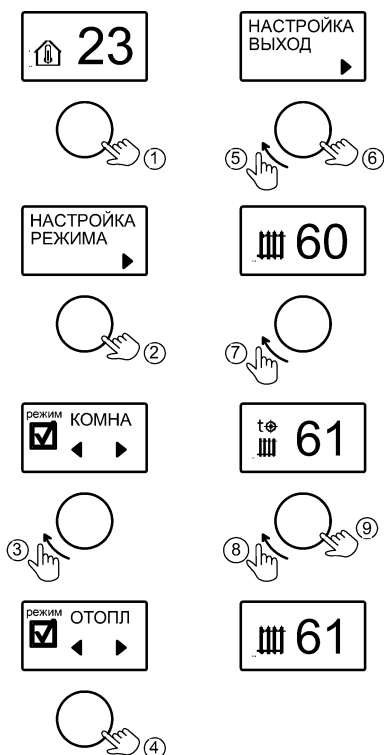

Рисунок 4. Выбор и настройка температуры режима «ОТОПЛЕНИЕ»
Виды главного окна приведены на рис.4.
**9.1 «ОТОПЛЕНИЕ»** – режим поддержания температуры теплоносителя. Датчики температуры воздуха в алгоритме не участвуют. Заводская настройка температуры теплоносителя **70°C**. Активация режима и настройка температуры показана на рис.4. Температуру можно задать в диапазоне от +8°C до +85°C.
**10.1** Во вкладке «РЕЖИМ РАБОТЫ», выбирается основной режим работы прибора («ОТОПЛЕНИЕ», «КОМНАТНЫЙ», «УЛИЧНЫЙ») - см. рис. 4, рис.5, рис.6.